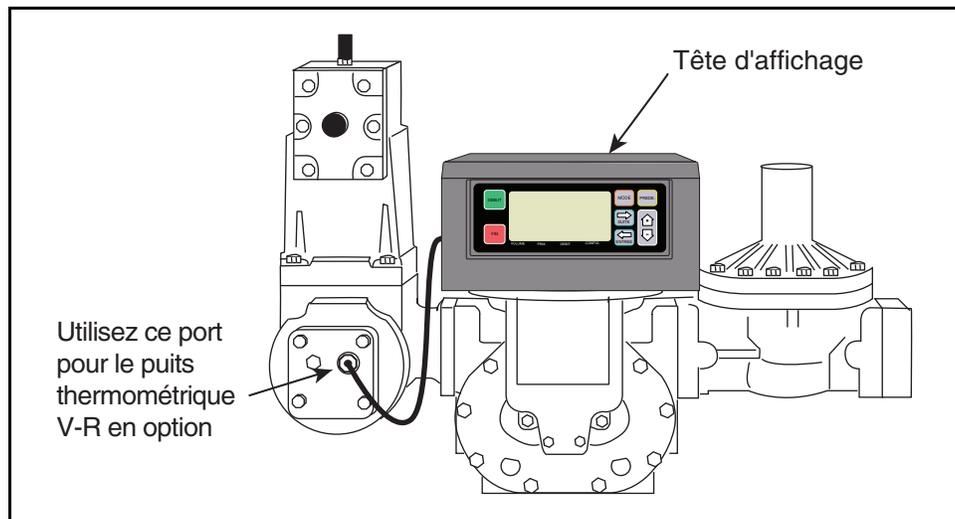

Figure 28. Exemple d'installation de puits thermométrique
1. Repérez le puits thermométrique dans le système de mesure (voir la Figure 28).